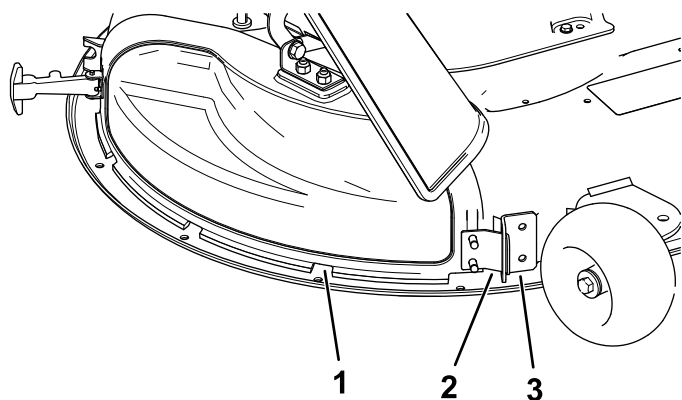

Рисунок 12
5. Отклоните металлический выступ на крышке выброса так, чтобы вывести его из паза в кронштейне, приваренном к деке газнокосилки (Рисунок 12).